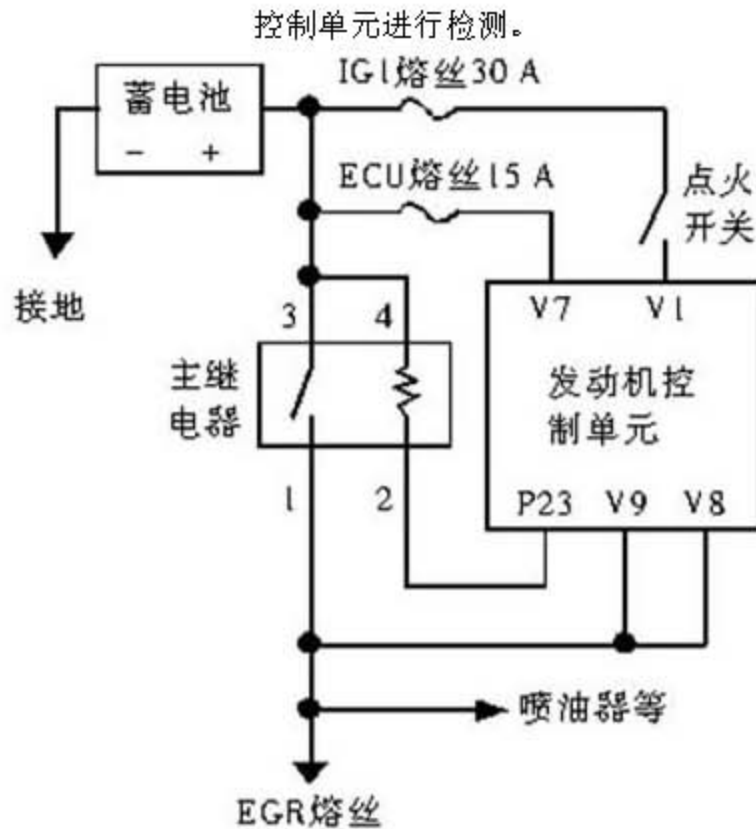
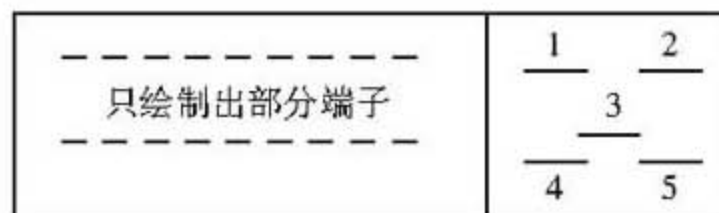

图 2 主继电器控制
图 3 发动机控制单元接脚图
- 2). 进站后继续检查汽油泵，直接送电时汽油泵能够正常工作。参考起亚汽车维修服务网上的发动机控制电路图，笔者绘制出燃油泵继电器控制简图(图 1)。测量油泵继电器 3 号脚有 12 V 电压，但无论点火开关处于任何位置时 4 号脚都没有电压，从电路图上可以看出，油泵继电器 4 号脚电源由主继电器提供。于是拆下驾驶舱中央控制面板，找到主继电器，同时绘制出主继电器的控制简图(图 2)。测量主继电器的 3 号脚和 4 号脚有 12 V 电压，但无论点火开关处于任何位置时，发动机控制单元都不会对主继电器的 2 号脚产生控制，所以不能控制主继电器接通。此时连接故障诊断仪 HI-DS，但无法进入发动机
- 3). 观察仪表板上指示灯的变化, 当打开点火开关时, 发动机故障灯不亮, 而其他指示灯都正常, 从这个现象判断发动机控制单元可能工作不良。对于发动机控制单元或其他系统控制单元的检测, 一般应该检查其搭铁、电源以及输入信号和输出信号是否正常。在中央控制台后面找到发动机控制单元, 根据实车简化绘制出发动机控制单元接线端子(图 3)。
- A). 关闭点火开关, 测量图 3 中的 2 个搭铁端子 4 号脚和 5 号脚搭铁良好。接着检查电源供应, 参考图 2 发现, 发动机控制单元有 2 条供电线, 一条是常电源线(图 2 中的 V7 脚, 图 3 中的 3 号脚), 另一条电源线由点火钥匙控制(图 2 中的 V1 脚, 图 3 中的 2 号脚)。